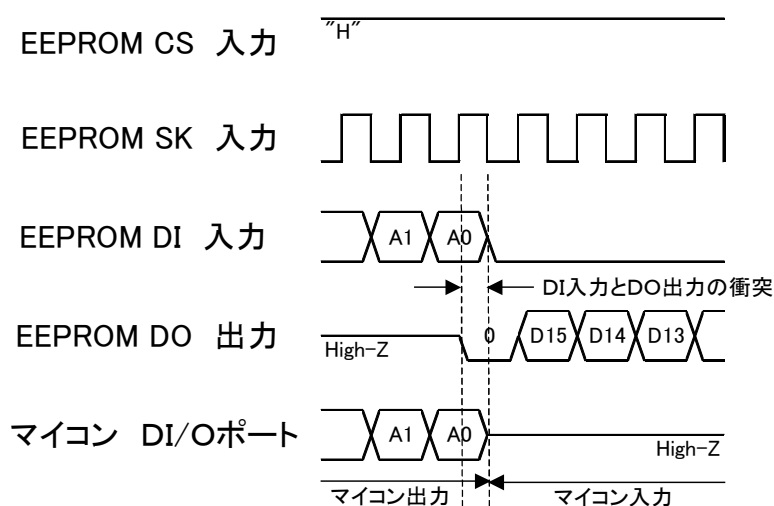

図7-2. DI, DO直結時リードデータ出力時の衝突タイミング
(1) 読み出し命令時のA0アドレスデータを取り込む1クロックサイクル。(図7-2. 参照)